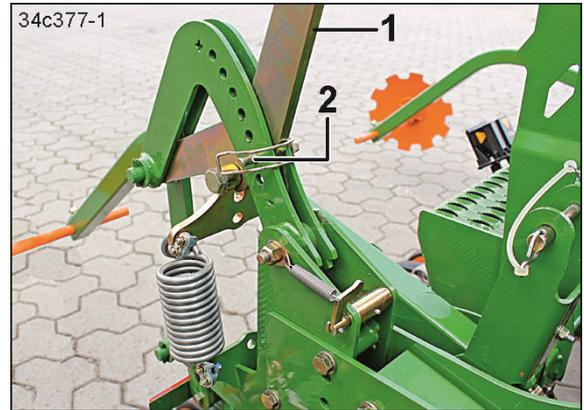

図 145
2. レバー (図 145/1) を少し引き、チューブのリンチピン (図 145/2) を外します。